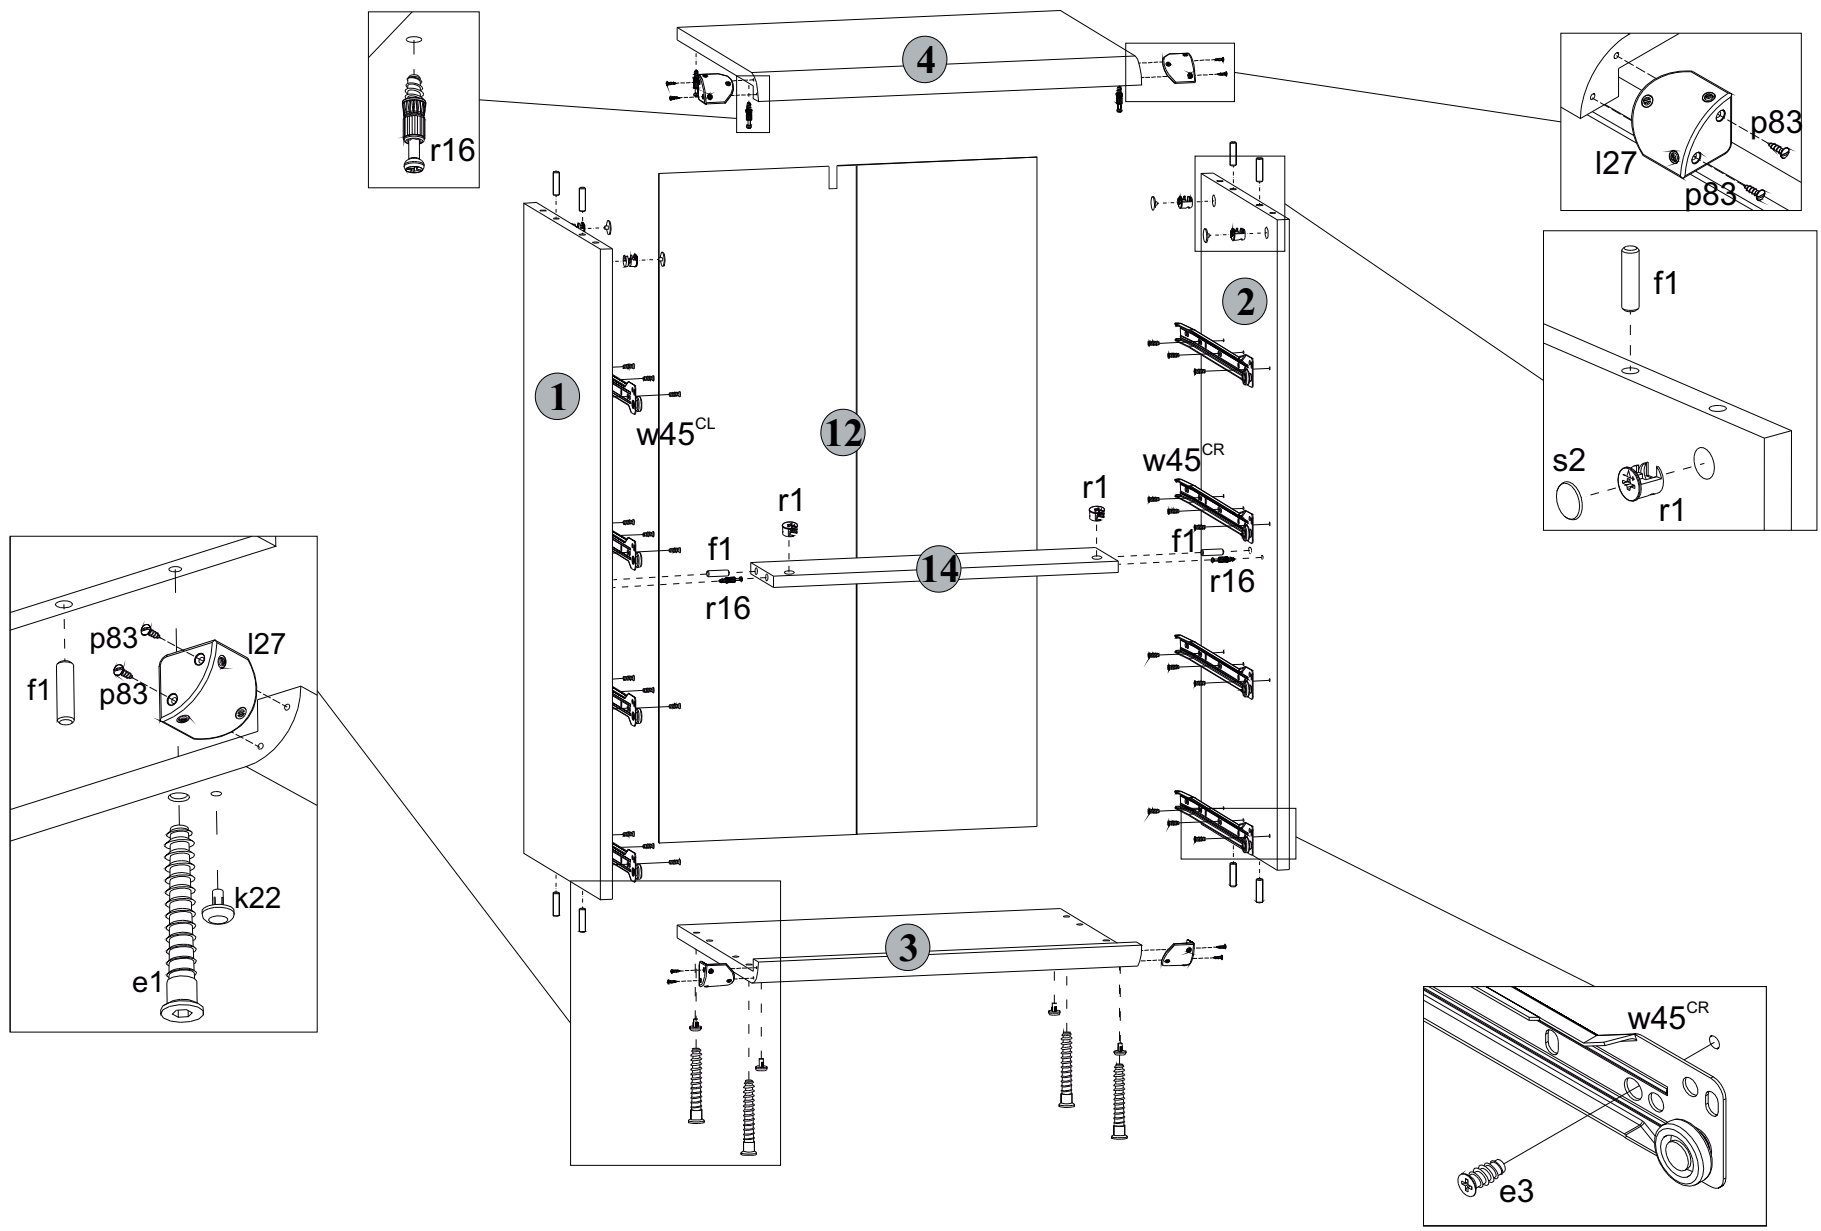

Рис. 2
5.5 В отверстия диаметром **5 мм** на нижней поверхности щита верхнего **4** вкрутить винты стяжки **r16**, пользуясь крестообразной отверткой (**см.рис. 2**).
5.6 В отверстия диаметром **4,5 мм** на нижней поверхности щита нижнего **3** вставить опоры полимерные **k22** (подпятники) (**см.рис. 2**).
5.8 К стенкам боковым **1** и **2** присоединить щит нижний **3** и стянуть еврошурупами **e1**, пользуясь специальным ключом **z1** из комплекта фурнитуры (**см.рис. 2**).
5.2 В отверстия диаметром **8 мм** на верхних и нижних кромках стенок боковых **1** и **2**, а также в боковые кромки цоколя **14** вбить деревянные шканты **f1** (**см.рис. 2**).
5.4 На внутренних поверхностях стенок боковых **1, 2** и цоколя **14** в отверстия диаметром **15 мм** вставить стяжки эксцентриковые **e1** (**см.рис. 2**).